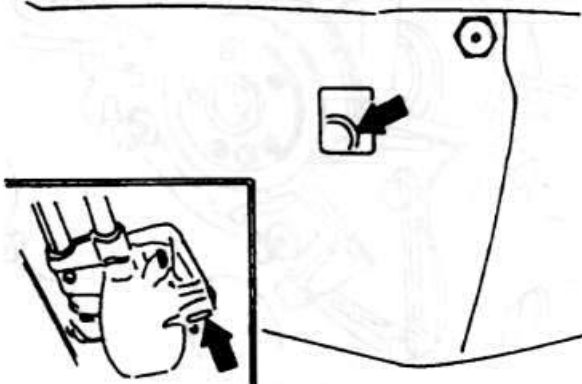

Рис. 2.12
- установите рычаг смены передач в положение четвертой передачи и зафиксируйте его в корпусе штифтом, имеющим диаметр 3.5 мм из корпуса рычага смены передач (рис. 2.12).